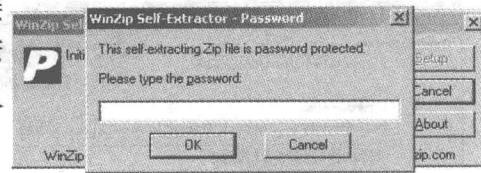

图 1-12 “Protel DXP 安装文件解压缩密码”对话框
- 双击下载保存的试用版安装文件“proteldxp_trial_version_withsp2”，弹出“Protel DXP 安装文件解压缩密码”对话框，如图 1-12 所示。
5) 用户打开电子邮箱，找到密码并选中，接着按下 **Ctrl + C** 键将密码复制到剪贴板，然后再按下 **Ctrl + V** 键将密码粘贴到图 1-12 所示的密码输入框中，单击 **OK** 按钮，进入解压缩过程。